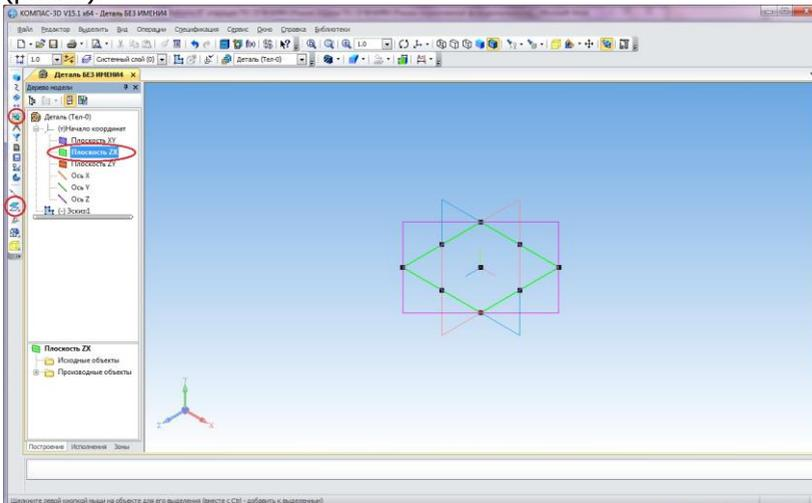

Рис. 4.
4. Активизируем инструментальную панель Вспомогательная геометрия . Нажмите кнопку Смещенная плоскость на Панели расширенных команд построения вспомогательных плоскостей. В окне Дерево модели укажите плоскость, относительно которой следует построить смещенную плоскость. В нашем случае это плоскость ZX построения первого сечения (Горизонтальная плоскость) (рис. 4).